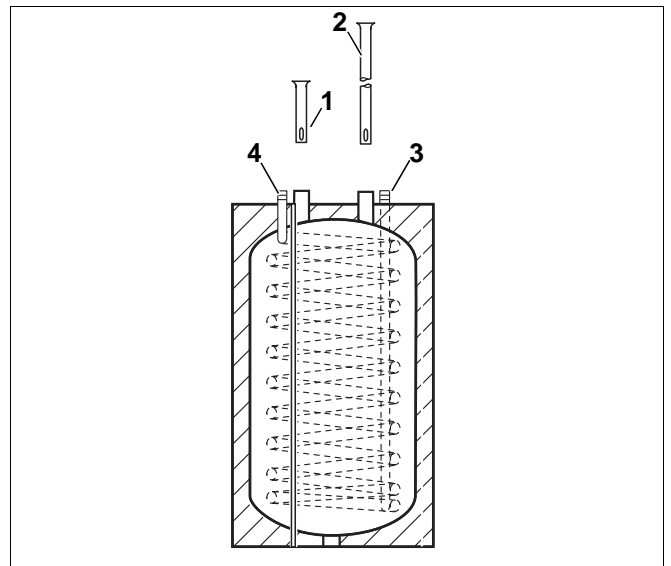

Abb. 7 Anschluss von oben: (Montage der Geräte übereinander)
- Kurzes Tauchrohr von oben in AB eindrücken (Abb. 7, Pos. 1).
- Langes Tauchrohr von oben in EK eindrücken (Abb. 7, Pos. 2).
Legende für Abb. 7: